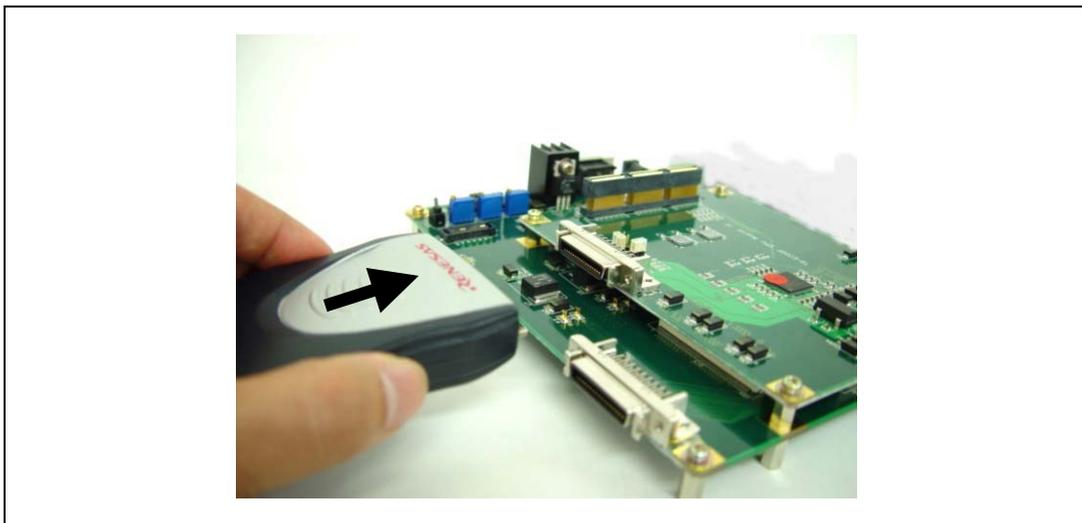

図 2.27 E200F とユーザシステムの H-UDI プローブ接続方法
- 図2.27のようにH-UDI/AUDプローブとユーザシステムを接続してください。